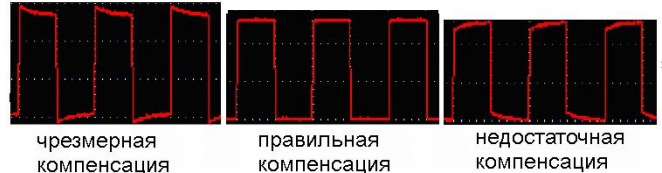
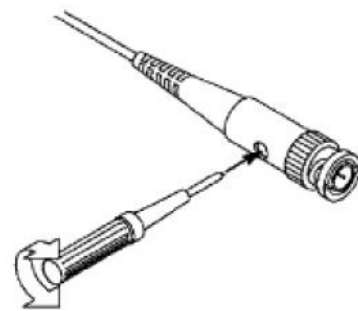

Рисунок 4.7. Варианты осциллограммы при компенсации щупа
Рисунок 4.8. Регулировка щупа
2. Оцените форму полученной осциллограммы и отрегулируйте щуп, пока не будет достигнута правильная компенсация (см. рисунок 4.7 и рисунок 4.8).